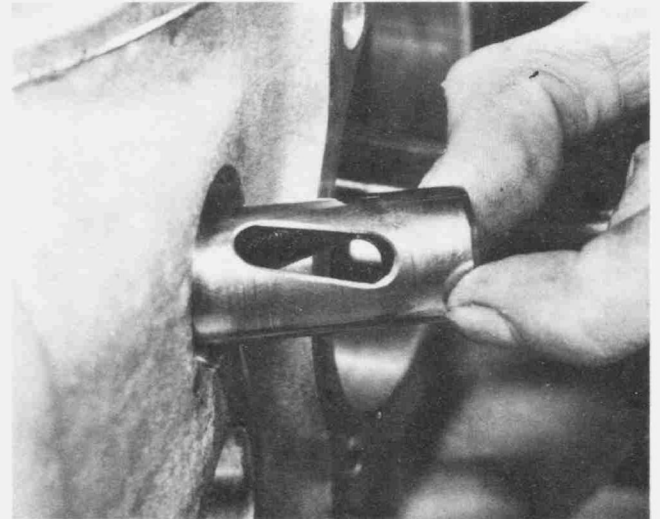

Bild 69
- Die Stössel in ihre vorherige Einbaulage bringen und ölen. Das Kurbelwellen-Flanschlager und die Steuerkette ölen (Bild 69).